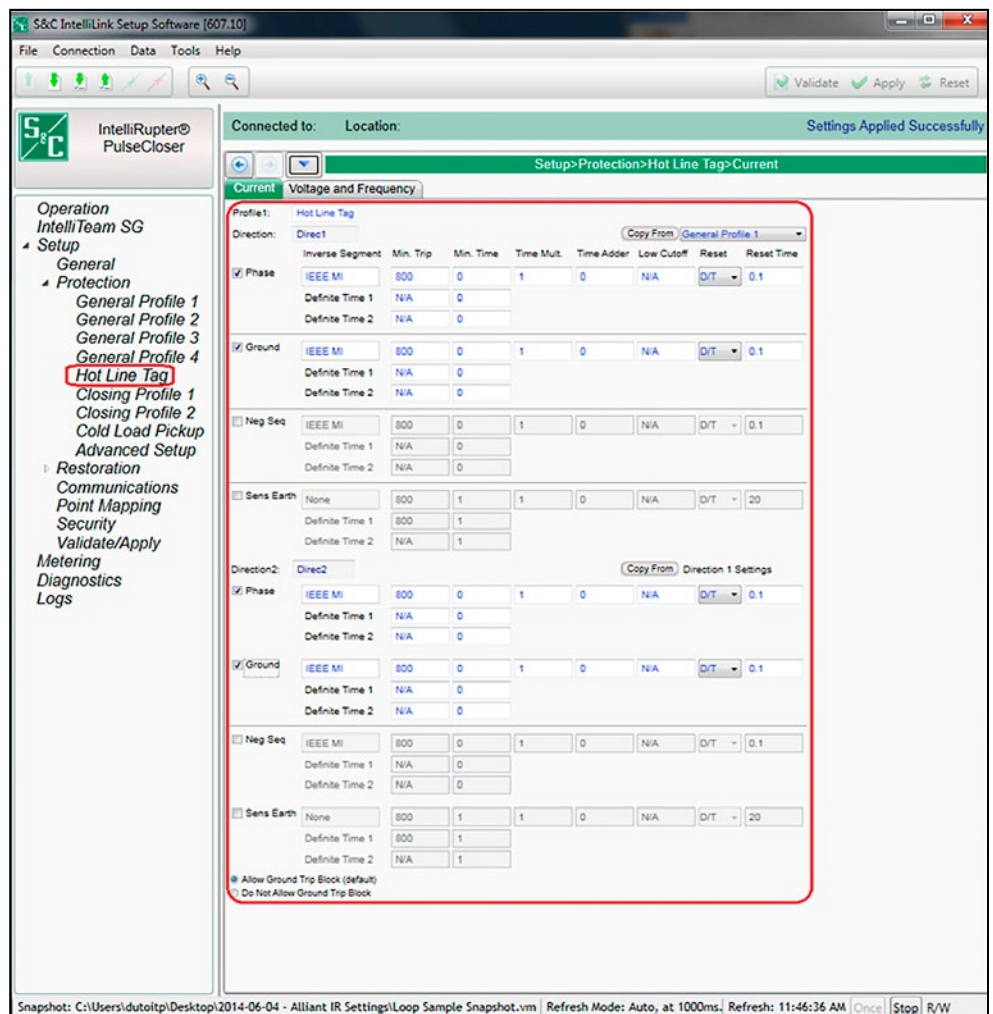

Figura 83. La pantalla *Setup>Protection>Hot Line Tag>Current*.
**PASO 11.** Ajuste las curvas TCC del modo **Hot Line Tag (Etiqueta de Línea Viva)** en la pantalla *Setup>Protection>Hot Line Tag>Current* (*Configuración>Protección>Etiqueta de Línea Viva>Corriente*). Ver Figura 83.
- PASO 1.** En la pantalla *Setup> Restoration>Loop (Configuración>Restablecimiento>Anillo)*, habilite el punto de ajuste **Enable Loop Restoration (Habilitar el Restablecimiento del Anillo)** para el perfil **General** deseado. Ver Figura 83 en la página 167.
Cuando el modo **Loop Restoration** está tomando una decisión para cerrar y restablecer el alimentador, éste usa el perfil y la secuencia de prueba programados en la pantalla *Setup>Restoration>Loop>Loop Restoration Test Sequence (Configuración>Restablecimiento>Anillo>Secuencia de Prueba del Restablecimiento del Anillo)*. Ver Figura 83 on page 167.